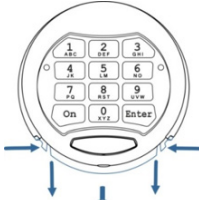

Fig. 5.1
- El compartimento extraíble de la batería (5) se encuentra detrás de la carcasa del teclado (1).
- Quite el tornillo de la parte inferior del compartimento de la batería (ver Fig. 5.1).
- Apriete los pestillos laterales y tire de la caja de la batería hacia abajo (ver Fig. 5.1).